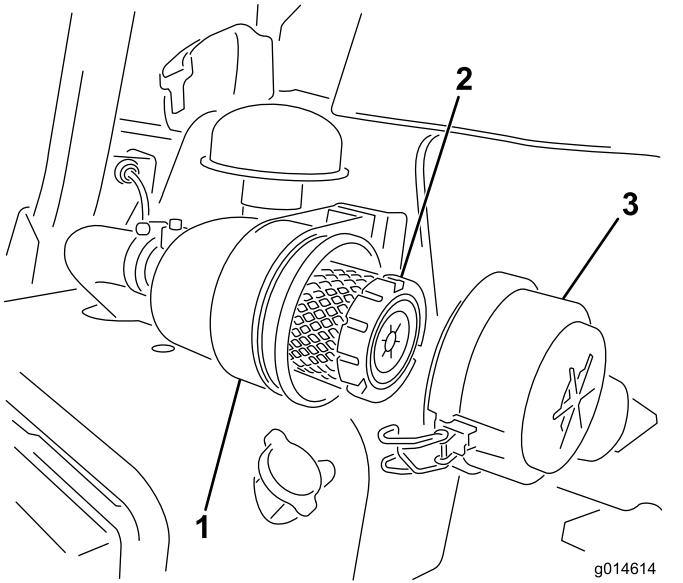

图42
1. 松开将空气滤清器盖固定到空气滤清器壳体上的闩锁 图42。
6. 固定搭扣 (图42)。